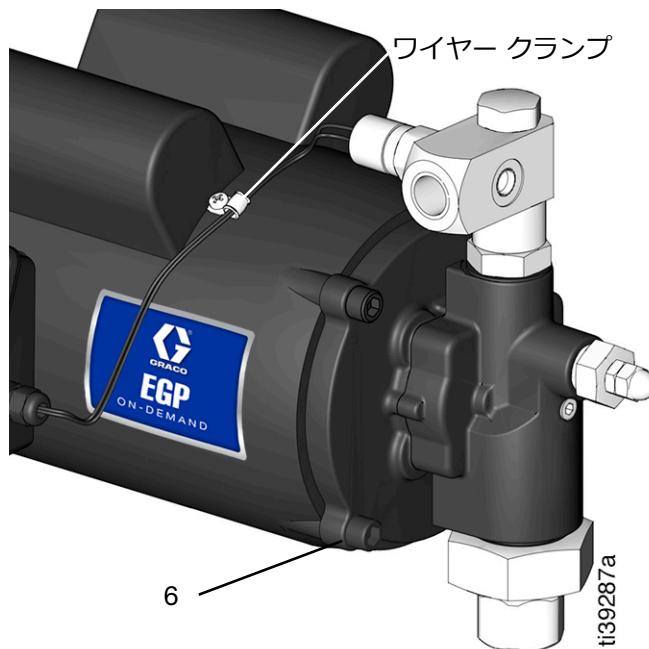

図 24
12. 圧力スイッチワイヤーをワイヤー クランプから引き抜きます（図 24）。
13. 5/16 インチ（8 mm）の六角レンチ（6）を使用して、4本の六角ネジを外します（図 24）。
6. 5/16 インチ (8 mm) 六角レンチを使用して、4本の六角ネジ (6) を取り付け、締めます (トルク 20 ft-ポンド、27.1 N•m) (図 24)。
7. 圧カスイッチのワイヤーをワイヤークランプに押し込み、張力緩和装置を通して端子箱に入れます (図 24)。